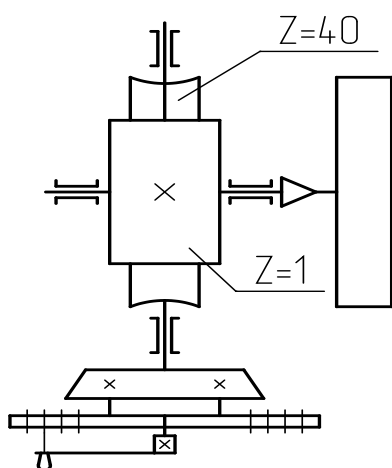

Рис.5
1. Настройка для случая простого деления (рис. 5): $n_{об.рук} = \frac{40}{Z}$,
- 1 Профрезеровать заготовку зубчатого колеса для получения числа зубьев $Z=65$. (рис. 5)
- 2 Настроить делительную головку на получение 72 равномерно расположенных на заготовке канавок. (рис. 5)